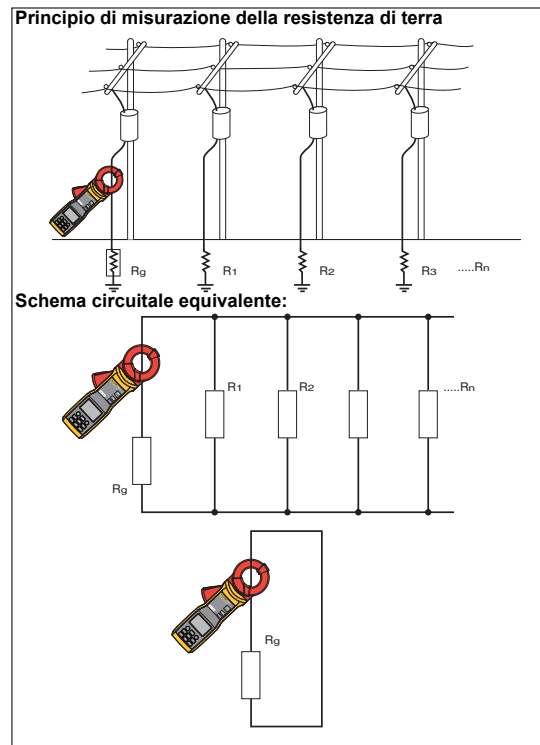

Figura 8. Principi di misurazione della resistenza di terra
5. Leggere il valore di R_g (resistenza di terra) sul display. La Figura 8 illustra i principi di misurazione della resistenza di terra.